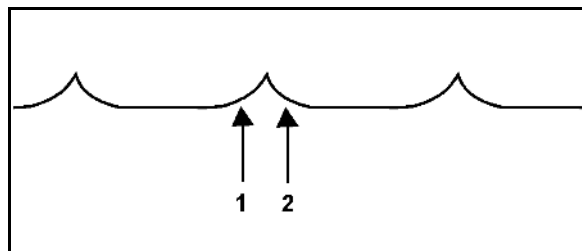

Bild 48
- Arbetsdjupet ställs in hydrauliskt med hjälp av skalan (Bild 48/1).